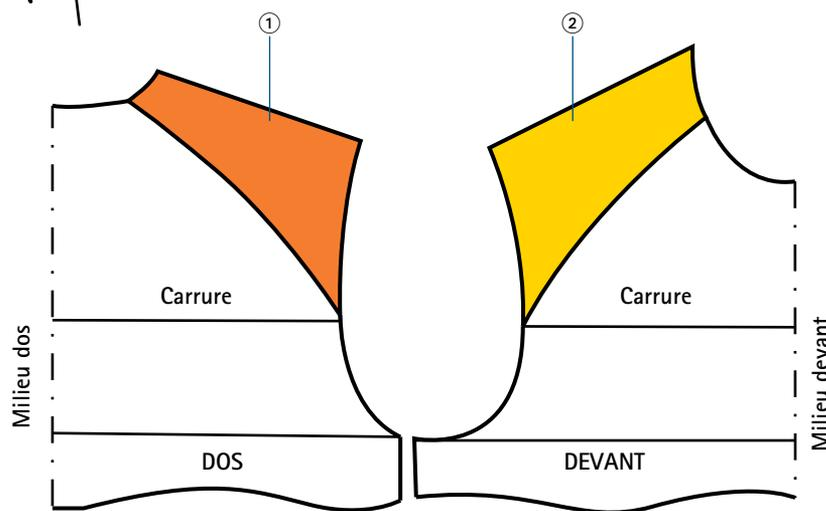

FIG. 1
① Sur le patron de base du dos, tracer une ligne de découpe en courbe qui part de l'emmanchure au niveau de la ligne de carrure et rejoint l'encolure au tiers du tour d'encolure dos (fig. 1).
② Sur le devant, procéder de même (fig. 1). Puis décalquer les deux parties du patron : partie dos (fig. 1, en orange) et partie devant (fig. 1, en jaune).